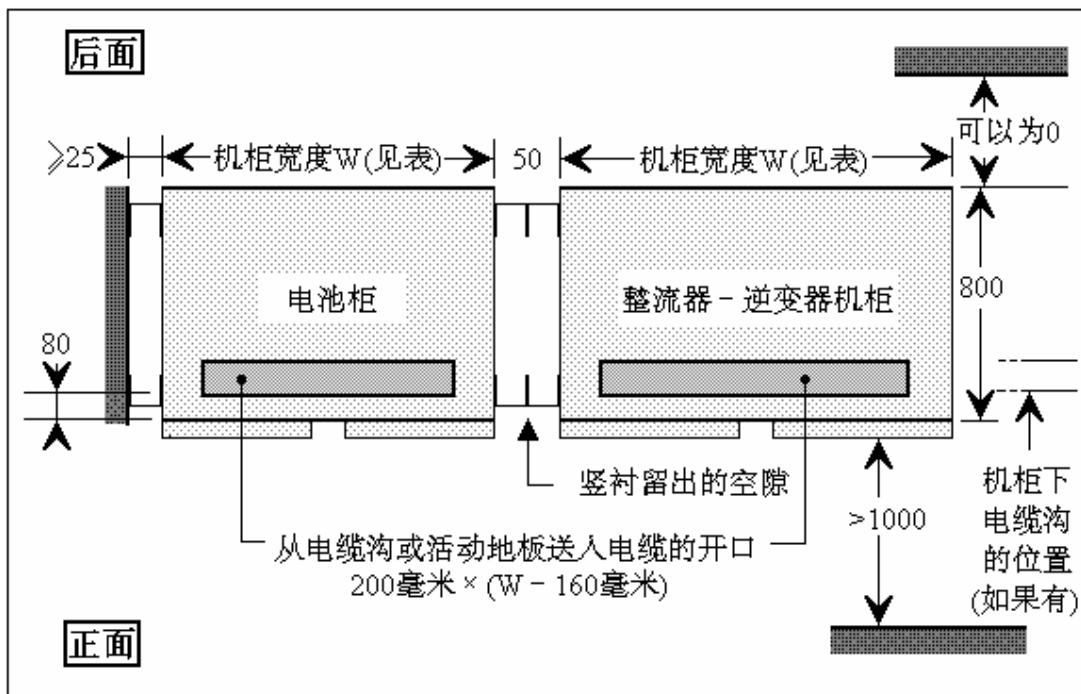

图32. 带一个电池柜的单机UPS的俯视图
10.10 机柜在高架地板或普通地板上的布局(见图32, 33, 34)
机柜下面靠近机柜前部的电缆沟（见图32中电缆沟的尺寸及走向）；
机房高架地板底下；在这种情况下，必需在地板上留孔以送入电缆（见图32中的尺寸）；